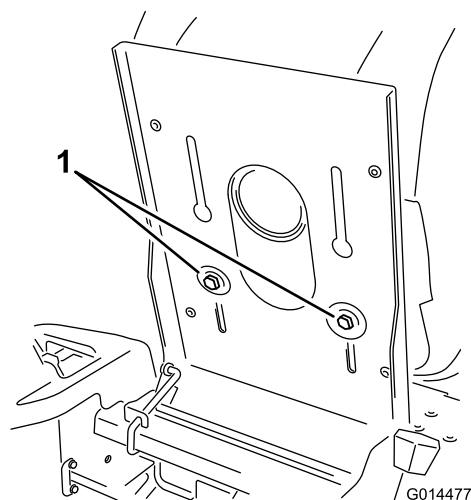

Figura 22
1. Levante el asiento y afloje los pernos de ajuste lo suficiente para poder desplazar el asiento (Figura 22).